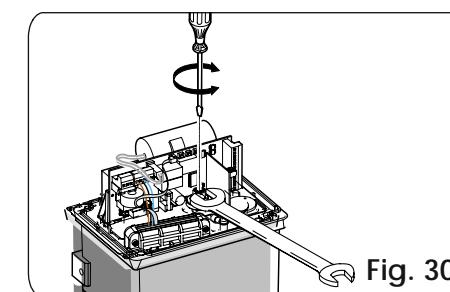

Fig. 30
2. Удерживайте вал двигателя с помощью гаечного ключа и поверните регулировочный винт, как показано на рис. 30.